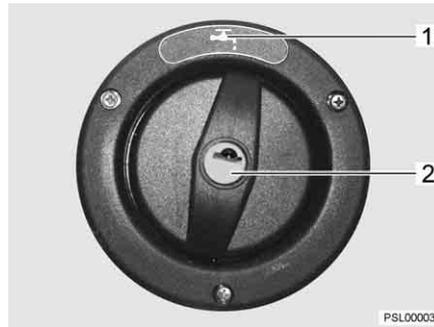

Bild 178 Trinkwasser-Einfüllstutzen
Der Trinkwasser-Einfüllstutzen ist mit dem Symbol "☰" (Bild 178,1) gekennzeichnet. Der Verschlussdeckel wird mit dem Schlüssel für die Außenklappenschlösser geöffnet und verschlossen.
- Schlüssel in Schließzylinder (Bild 178,2) stecken und eine viertel Umdrehung entgegen dem Uhrzeigersinn drehen.
- Trinkwasser-Einfüllstutzen (Bild 178) öffnen (siehe Kapitel 6).